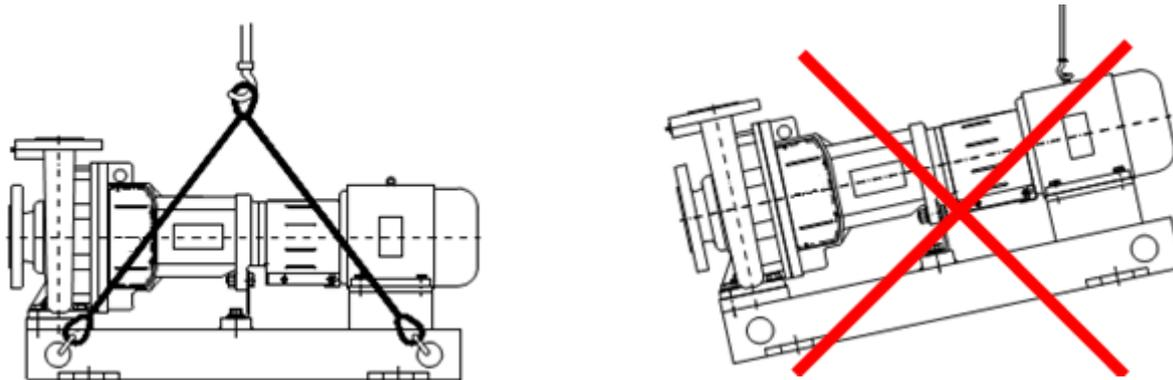

Рисунок 1. Схема строповки агрегата электронасосного серии SMA(A)
При подъеме агрегата электронасосного серии SMA(A) строповку производить по схеме приведенной на рис. 1.
**ЗАПРЕЩАЕТСЯ ПОДНИМАТЬ АГРЕГАТ ЭЛЕКТРОНАСОСНЫЙ СЕРИИ SMA(A) ЗА МЕСТА, НЕ ПРЕДУСМОТРЕННЫЕ СХЕМОЙ СТРОПОВКИ (см. рис. 1)!!!**
- установить агрегат насосный на заранее подготовленный фундамент (схему строповки см. рис. 1);